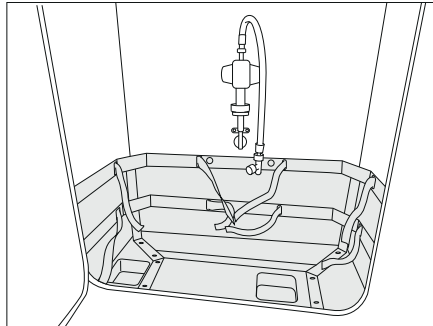
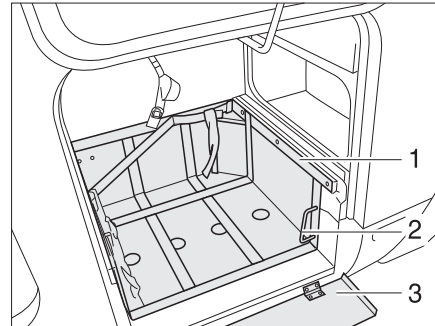

Bild 151 Gaskasten
Bild 152 Gaskasten, mit ausziehbarem Schlitten (Variante 1)
- Wenn ein Schutzblech vorhanden ist, das Schutzblech (Bild 152,3) nach unten klappen.
- Den Schlitten (Bild 152,1) über den Griff (Bild 152,2) entriegeln.
- Schlitten (Bild 152,3) bis zum Anschlag herausziehen.
- Griff (Bild 152,2) zurückdrehen.
- Den Schlitten (Bild 152,3) über den Griff (Bild 152,2) entriegeln.
- Schlitten (Bild 152,3) bis zum Anschlag einschieben und Griff (Bild 151,2) zurückdrehen.
- Wenn ein Schutzblech vorhanden ist, das Schutzblech (Bild 152,1) nach oben klappen.